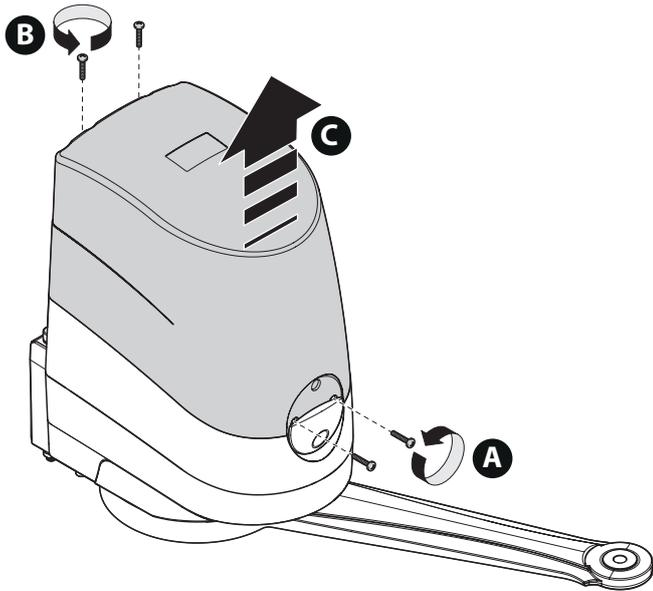

Abb. 21
**01.** Die Abdeckung des Getriebemotors entfernen, wie auf **Abb. 21** gezeigt;